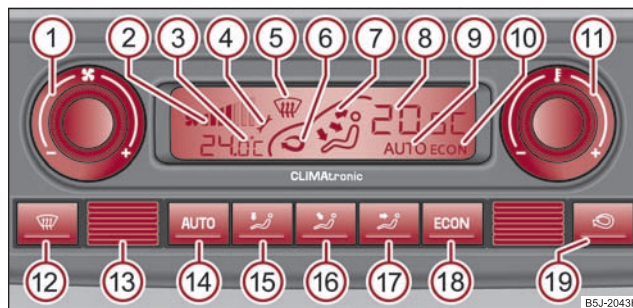

Fig. 117 Climatronic: Eléments de commande
- Appuyez sur la touche **AUTO** ⇒ fig. 117.
Appuyez sur les touches **ECON** et **AUTO** ⇒ fig. 117 et maintenez-les. L'écran affiche les chiffres conformément à l'unité de mesure de température désirée.
- Appuyez sur la touche (DEF) ⇒ page 98, fig. 117.
- Faites tourner le régulateur  ⇒ page 98, fig. 117 à gauche (diminution de la vitesse du ventilateur) ou à droite (augmentation de la vitesse du ventilateur).